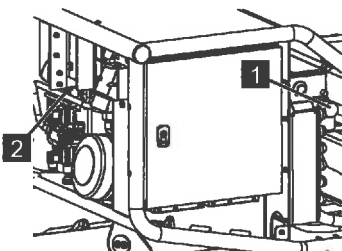

Abb. 205
5. Das Ventil [Stütze, Kette] (Abb.205/1) eindrücken und im Uhrzeigersinn verriegeln.
6. Das Ventil [LS] (Abb.205/2) im Uhrzeigersinn komplett eindrehen.